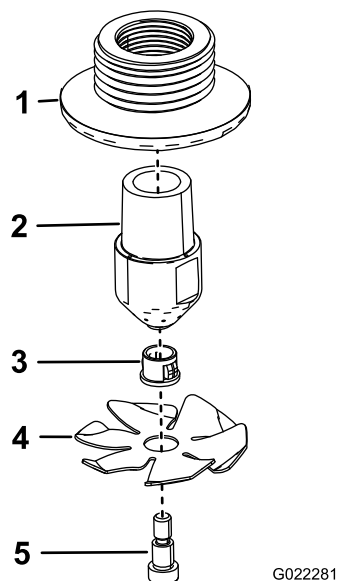

Figura 7
1. Assemblate i 2 ugelli di lavaggio come illustrato in Figura 7.